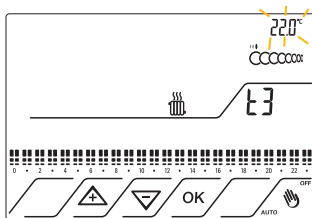

Fig.30
7.10 Comparare la fascia di temperatura **T3**. La relativa temperatura impostata 22°C lampeggia. Fig.30